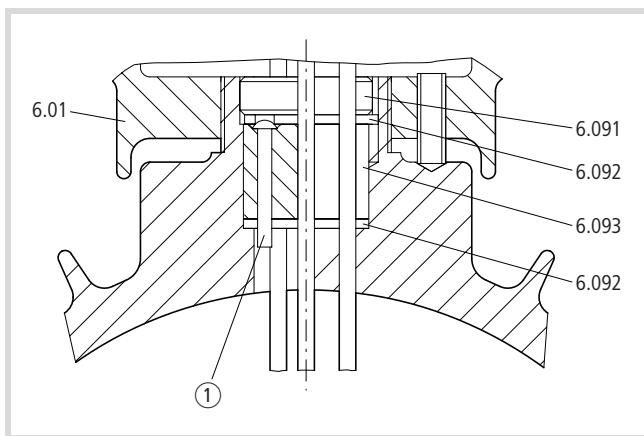

Abbildung 22: Statorwicklungsleitung zum Klemmenkasten ziehen
- Ziehen Sie die Statorwicklungsleitungen und die Zusatzadern durch den zwischen zwei Druckscheiben (6.092) liegenden Dichtring (6.093) (→ Abb. 22).
Der Nietkopf muss dabei unter der oberen Druckscheibe (6.092) liegen (→ Abb. 22).